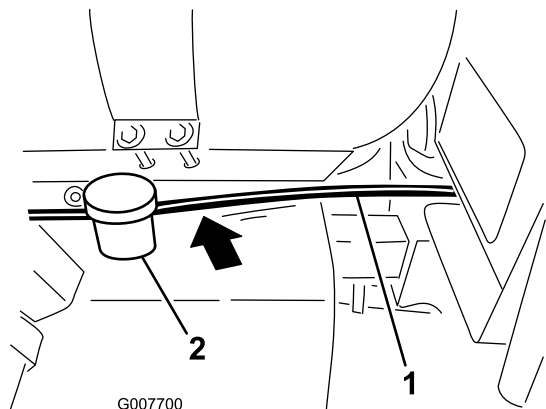

図 10
2. このホースを、フォーム・マーカ・ブラケットから車体の前に向かって、既存の配線に沿って、液剤タンクの下から燃料タンクの背後を通し、シート・ボックスへと導く（図 10）。